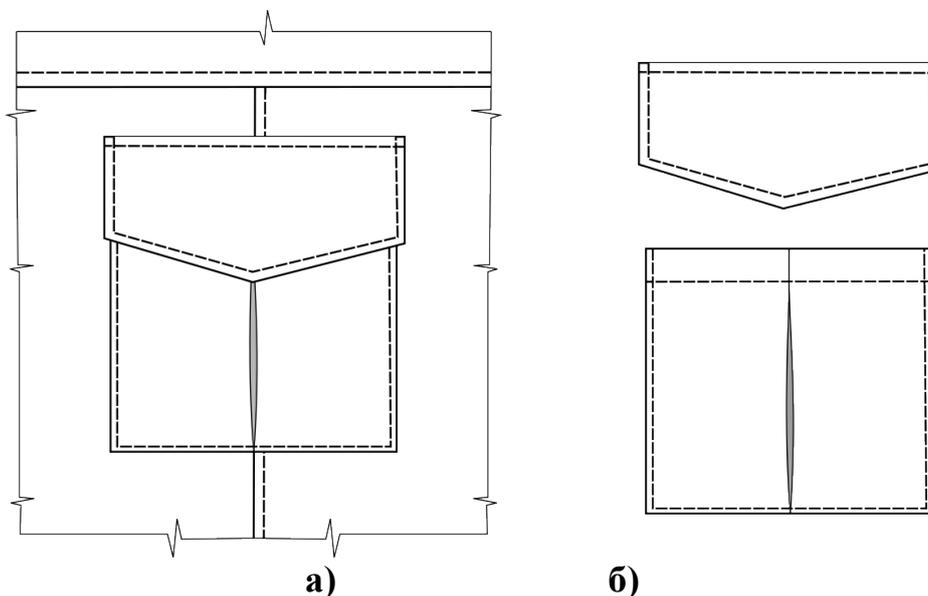

Рисунок 4 – Фрагмент технического рисунка комбинезона «Накладной карман»: а) вид спереди, б) элементы узла
1. Выполнить чертеж необходимых лекал фрагмента «Накладной карман» (рис.4) заданной модели женского комбинезона в натуральную величину в графическом редакторе NanoCad. А именно: клапан кармана, накладной карман со складкой.
Третий этап: Изготовление (пошив) образца фрагмента заданной модели (рис. 4). Общие рекомендации